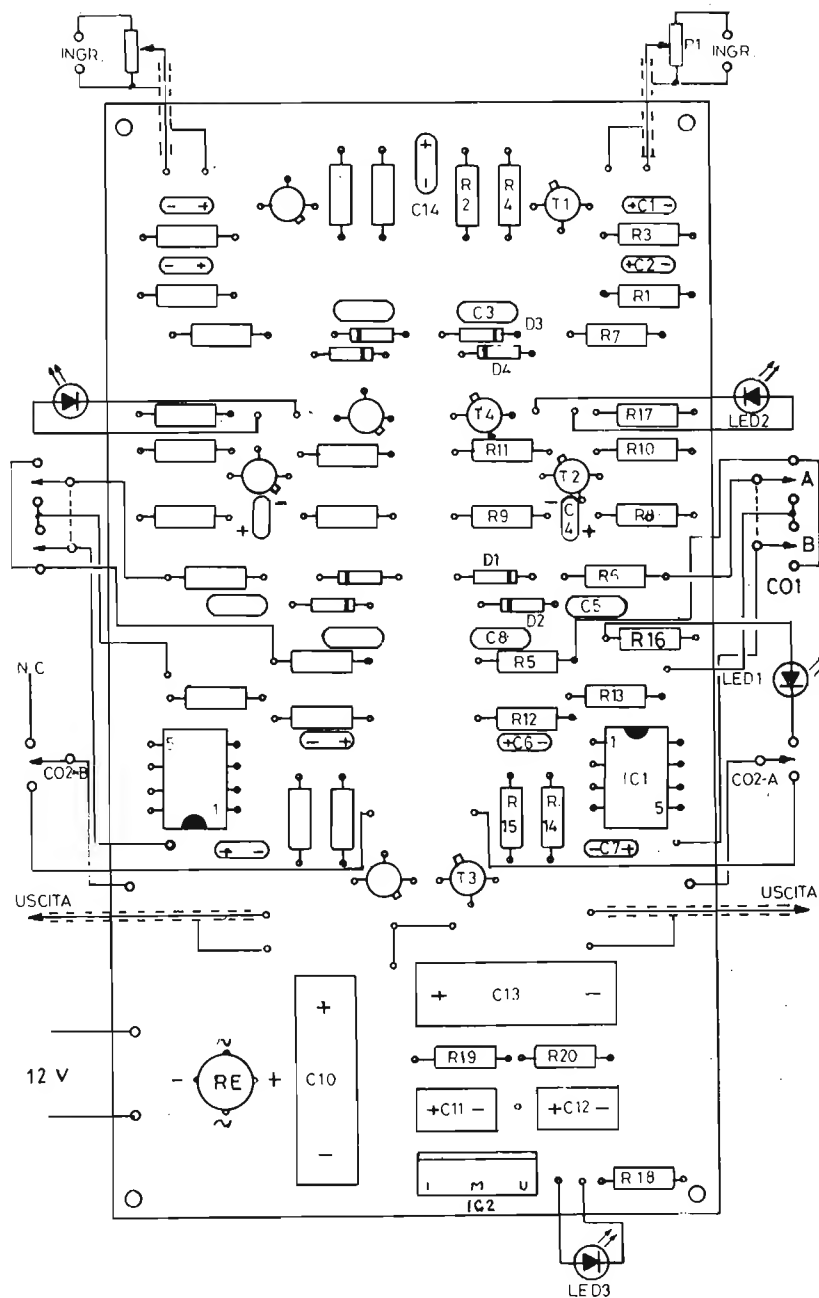

Figura 8 - Riproduzione della basetta vista dal lato dei componenti.
La figura 8 riproduce la basetta di supporto ribaltata in senso orizzontale, allo scopo di mostrare la corretta posizione di tutti i compensati su di essa alloggiati: si noterà che ciascuno di essi è stato opportunamente identificato, con la medesima sigla riportata nello schema elettrico globale di figura 1, soltanto per la sezione di destra, in quanto i componenti che costituiscono la seconda sezione, in posizioni perfettamente simmetriche, sono facilmente identificabili.
Prima di procedere al montaggio dei componenti — tuttavia — è necessario eseguire due connessioni supplementari, la cui presenza è stata giudicata opportuna per evitare pericolosi incroci dal lato opposto. Verso la parte centrale inferiore della basetta, così come è illustrata in figura 8, è facile notare la presenza dei due transistori, uno dei quali è contrassegnato dalla sigla T3 (il transistor corrispondente dell'altra sezione si trova immediatamente alla sua sinistra, privo di contrassegno).
Per prima cosa, converrà installare tutte le resistenze, partendo da R1 e finendo con l'ultima, non senza averne esattamente identificato il valore e la posizione, in base allo schema elettrico, al disegno di figura 8, ed all'elenco dei componenti.
L'operazione successiva potrà consistere nell'installazione dei valori capacitivi, facendo però molta attenzione al fatto che C1, C2, C4, C6, C7 (per entrambe le unità simmetriche), nonché C10, C11, C12, C13 e C14 (per la sola sezione di alimentazione) sono di tipo elettrolitico, per cui è assolutamente indispensabile rispettarne la polarità così come essa risulta in figura 8.
Tale polarità è stata infatti chiaramente indicata in corrispondenza di ciascun condensatore elettrolitico nel disegno di figura 8, sia per la sezione di destra, sia per la sezione di sinistra. Si noterà anche che, proprio a causa della simmetria, la polarità risulta invertita per tutti i componenti che figurano in entrambe le sezioni affiancate.
Infine, si potrà procedere con l'applicazione dei quattro transistori per ciascuna sezione, facendo molta attenzione ai collegamenti di base, collettore ed emettitore. Trattandosi di elementi tripolari, è chiaro che, per motivi di simmetria, quando la base è orientata verso il basso per uno di essi (ad esempio TR1 nella sezione di destra rispetto al disegno di figura 8), essa risulterà orientata in-
vece verso l'alto nella posizione corrispondente dell'unità di sinistra. Altrettanto dicasi per i terminali di collettore e di emettitore, che risultano anch'essi invertiti tra loro per ciascuna coppia di transistori tra loro simmetrici. Dopo aver installato nelle loro posizioni tutti i semiconduttori minori, si potrà terminare la basetta con l'applicazione del circuito integrato IC2 per la regolazione della tensione di alimentazione, visibile lungo il bordo orizzontale inferiore in figura 8, facendo molta attenzione alla posizione dei terminali di ingresso (I), massa (M) ed uscita (U), così come risulta evidente sempre nel disegno citato. La posizione esatta è indicata dalla riga che corrisponde al tratto smussato dell'involucro, visto dall'alto.
Infine, sarà necessario installare nella sua posizione il rettificatore a ponte RE, che dovrà trovarsi alla sinistra di C10, con la polarità indicata. A questo punto, sarà bene applicare ai relativi punti di ancoraggio dei tratti di conduttore flessibile isolato, per le connessioni ai componenti esterni alla basetta: il disegno di figura 8 precisa infatti la destinazione e la posizione di tali punti di ancoraggio, per i quattro diodi fotoemittenti, per i due doppi deviatori CO1 (uno per ciascuna sezione), per il doppio deviatore CO2, di cui ciascuna sezione serve per un solo canale, e per i terminali di ingresso e di uscita. Nei confronti dei terminali di ingresso o di uscita è bene precisare che il collegamento deve essere eseguito median-